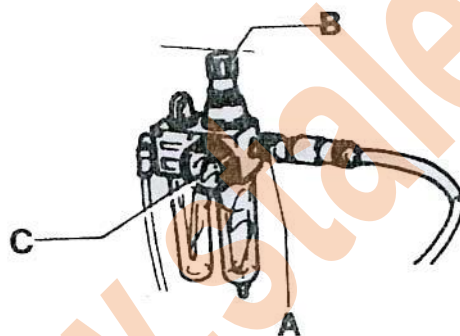

Рис. 3
• Станок оснащен пневматической системой, поэтому его следует подключить через клапан к общему контуру сжатого воздуха, исключив утечку. После подключения необходимо проверить пневматическую систему станка на наличие утечек воздуха. Давление контролируется по манометру С. Установить давление не менее 0,4 Мпа с помощью регулятора В (Рис. 3).